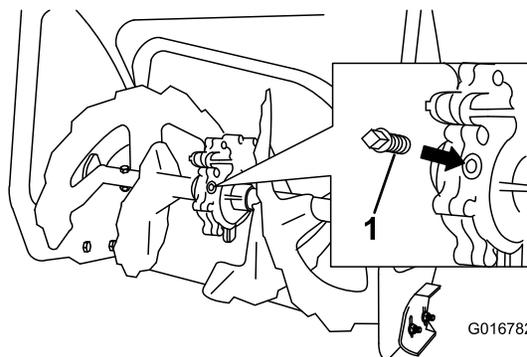

Рисунок 30
- Очистите поверхность вокруг пробки редуктора (Рисунок 30).